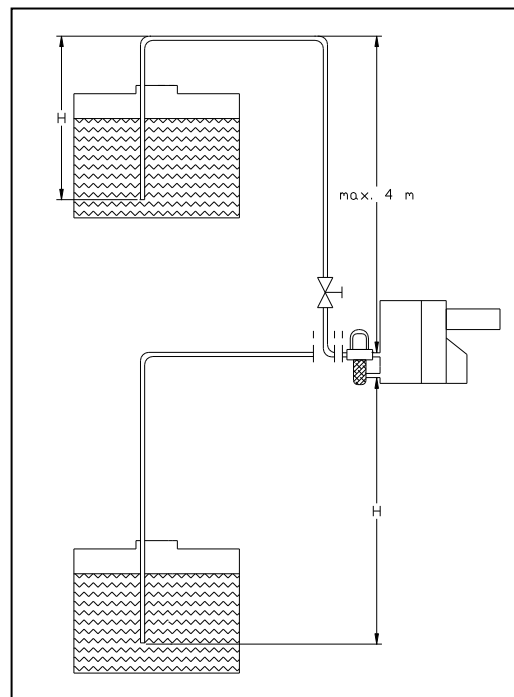

Bild 11
4. Heben Sie den Brenner gem. Bild 11 Punkt **7A** ein wenig an;